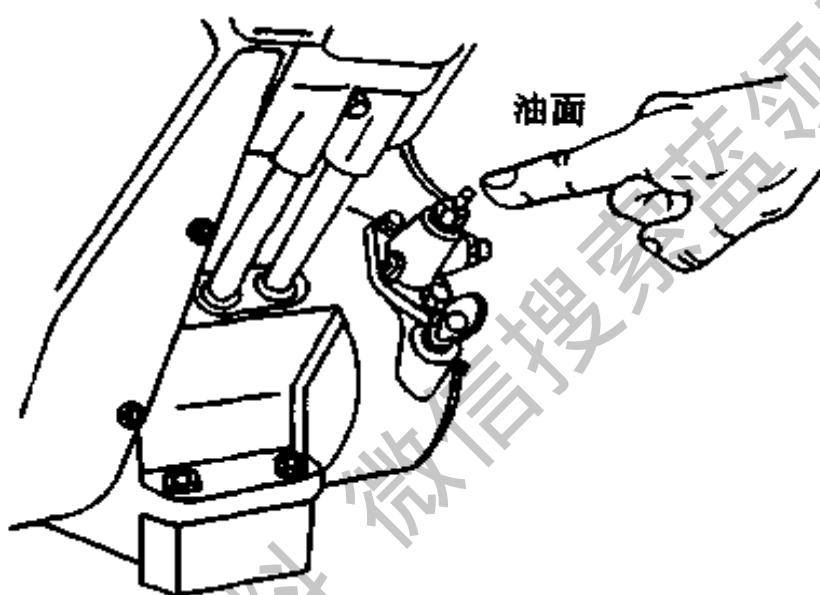

图 2-49 至喷油泵油管口的油面刚波动为止
- (1) 拆下喷油泵端的高压油管接头螺母。
- (2) 将调速手柄移到最大油门位置。
- (3) 转动飞轮数次,使喷油泵油管孔处充满柴油。
- (4) 按工作时旋转方向慢慢转动飞轮直至喷油泵油管口的油面刚刚波动为止,如图 2-49 所示。再从导风罩检视孔看导风罩上的指示尖角是否指在飞轮刻度区  $21^{\circ} \sim 25^{\circ}$  之间。如果不对,再增减喷油泵垫片来调整。垫片的厚度每变动 0.1mm, 角度约变化  $1^{\circ}$ 。